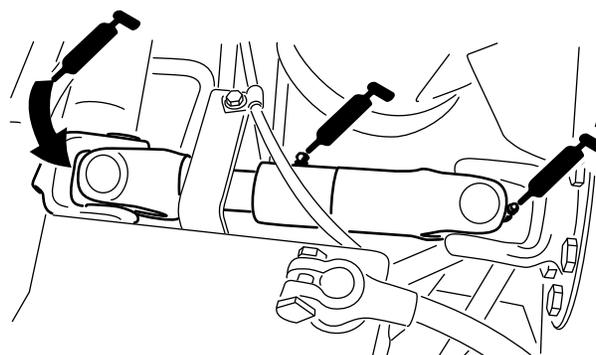

Figura 52
- Junta em U do veio de accionamento da bomba (3) (Figura 52)